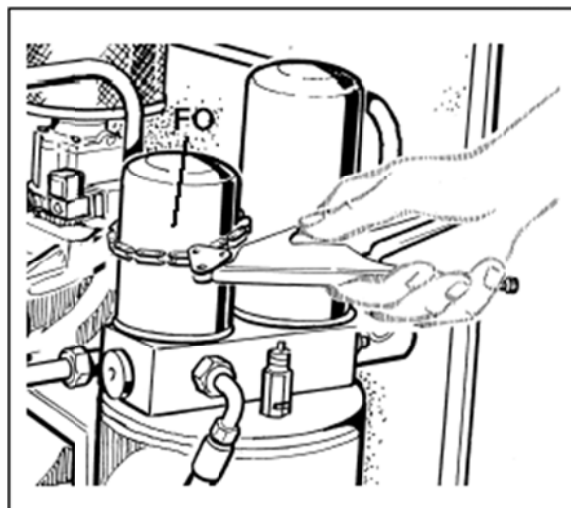

рис.18.
- С помощью соответствующего прилагаемого ключа снять картридж масляного фильтра **FO** (см. рис. 18).